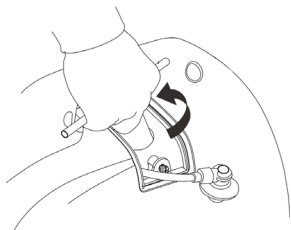

Fig. 21 – Removiendo la bujía
5. Con el auxilio de una llave de bujía remueva la bujía (fig. 21);